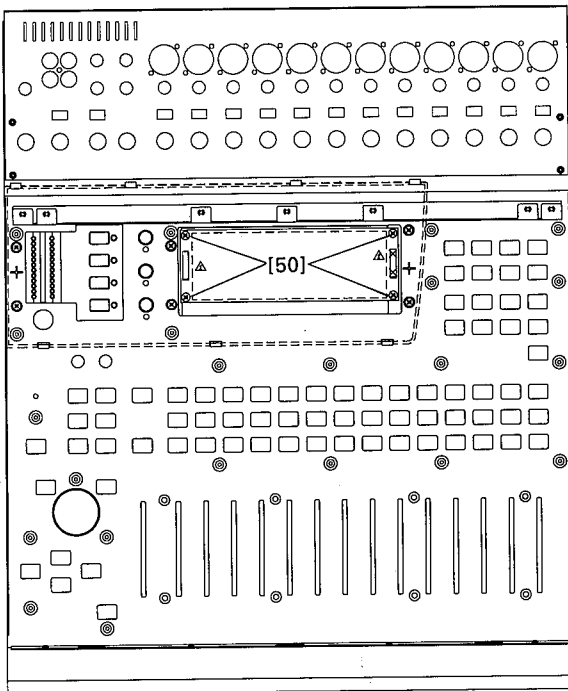

Fig. 8 (図8)
- 4-2 Remove the four (4) screws marked [50]. The LCD unit can then be removed. (Fig. 8)
- 4-2 [50]のネジ 4本を外し、LCD ユニットの外します。(図8)